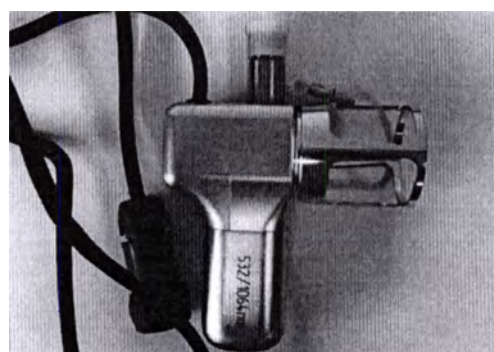

Рис. 12.8 – Манипулятор 6 (сканирующий манипулятор), Манипулятор 7 (сканирующий манипулятор) в сборе
12.2.1.3 Манипулятор 6 (сканирующий манипулятор), Манипулятор 7 (сканирующий манипулятор) подлежат дезинфекции путем обработки его наружных поверхностей дезинфицирующими растворами (рис. 12.8).